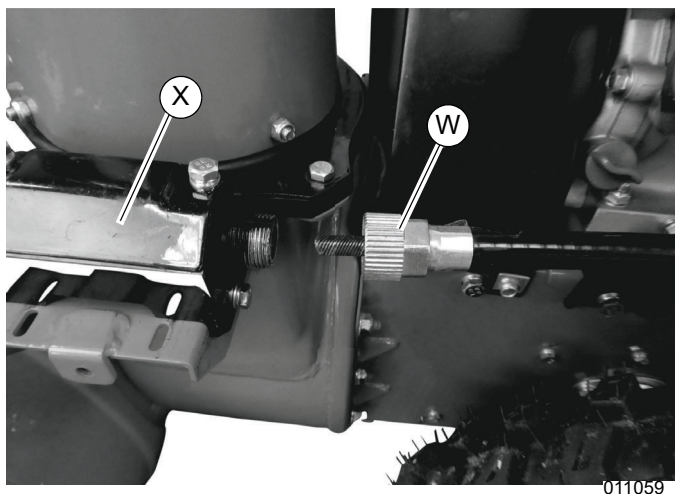

Figure 2-13. Câble de commande de rotation
14. Voir **Figure 2-13**. Visser l'extrémité du câble de commande de rotation (W) sur le mécanisme de rotation (X).